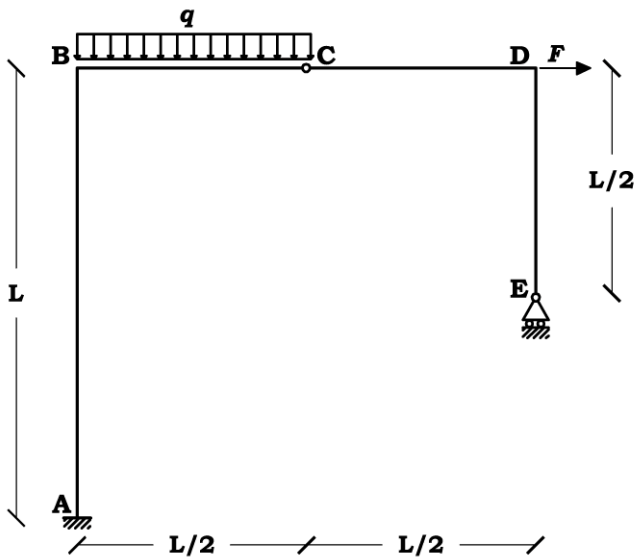
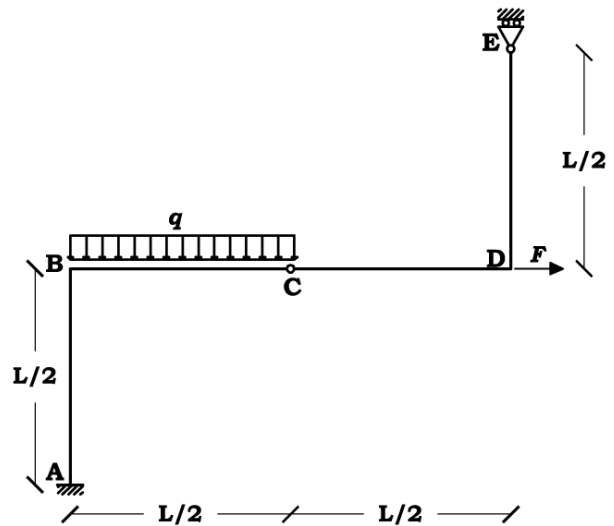

Figura 2: Schema strutturale
Figura 3: Schema strutturale
Dati gli schemi strutturali di Figura 2 e Figura 3:
- ✓ Determinare, mediante l'utilizzo dell'equazione dei lavori virtuali, lo spostamento verticale nel punto C di Figura 2 e la rotazione nel punto B di Figura 3;